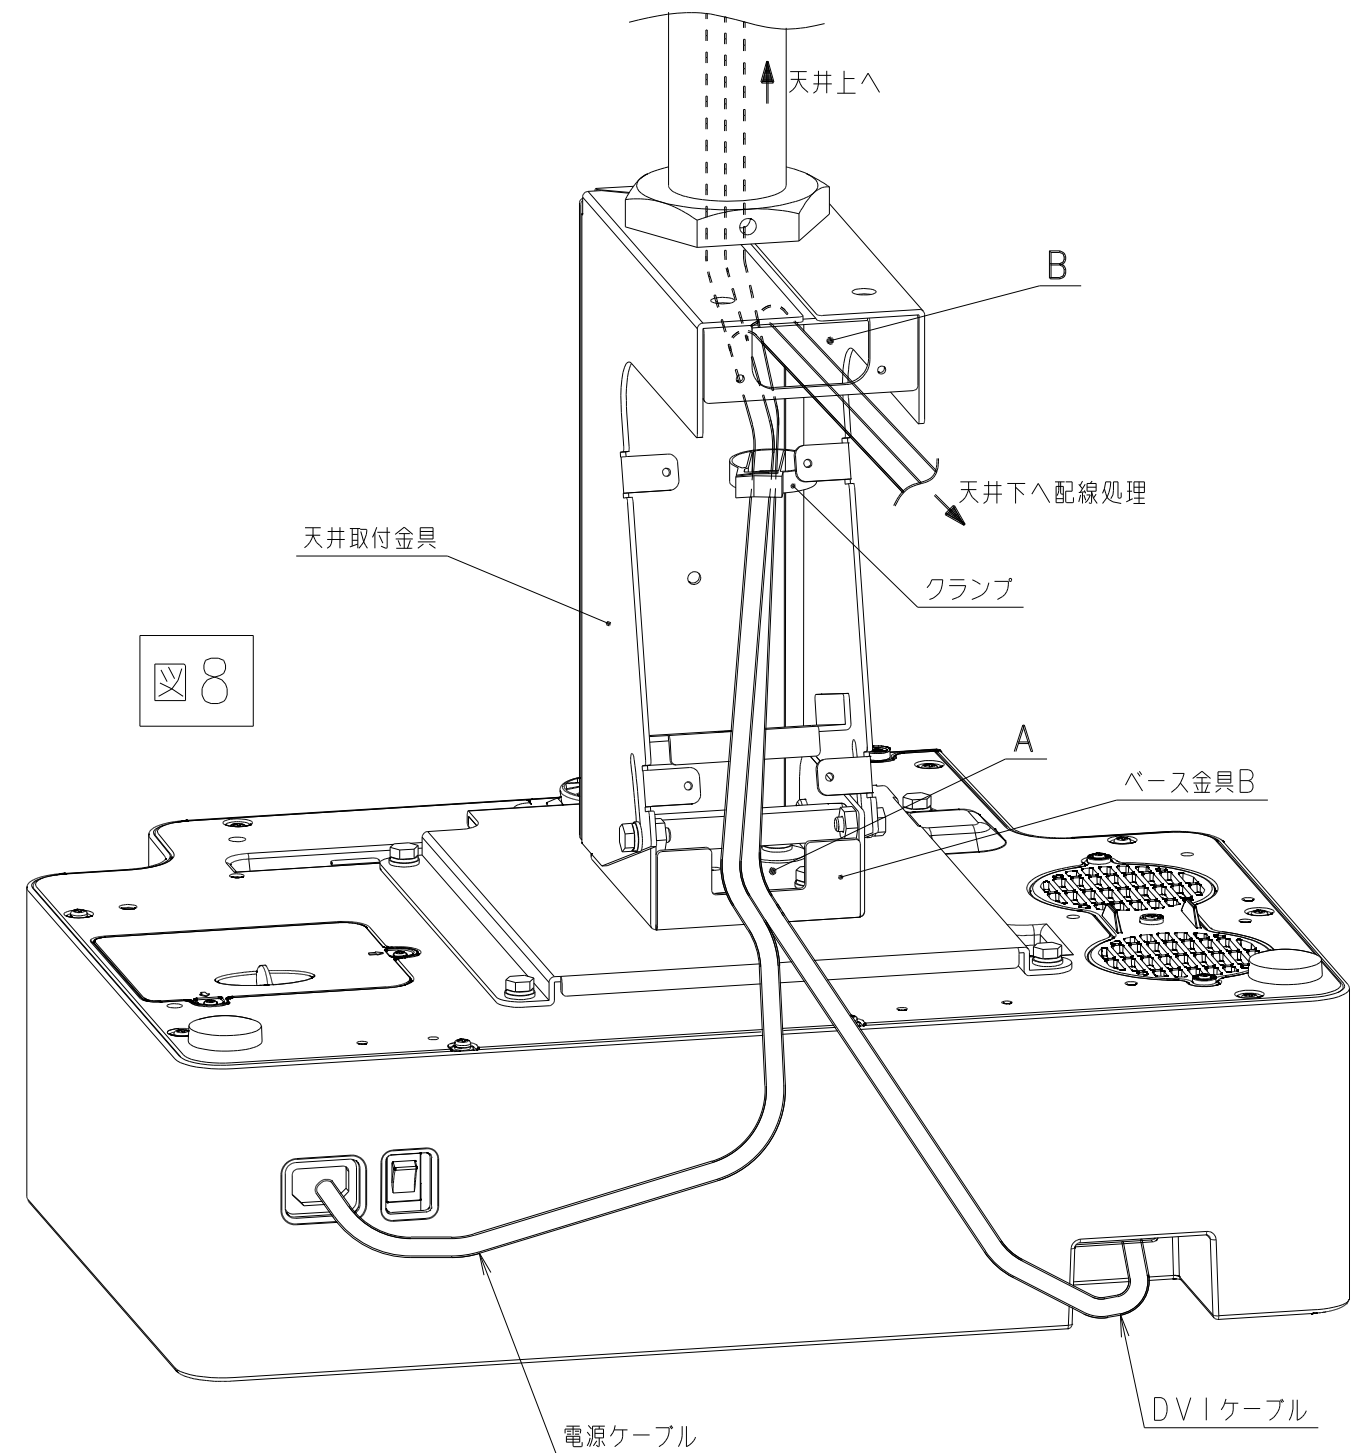

図8
(図8参照)
1. ケーブルは、ベース金具Bの切り欠き部分Aからクランプにとおし、天井上配線の場合は天吊金具上を通し、天井下配線の場合は天井取付金具切り欠きBを通して配線してください。 (図8参照)